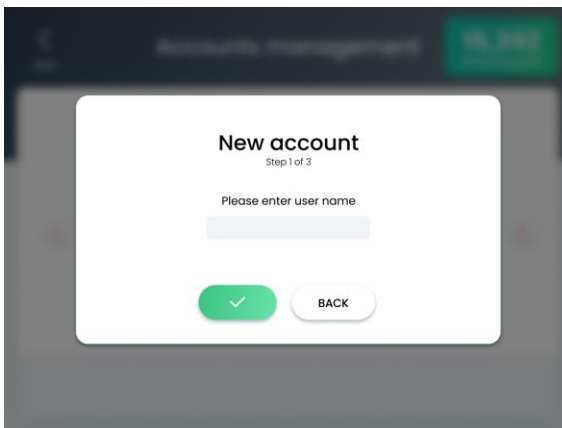

Figura 6-2. Pantalla de cuenta nueva (paso 1 de 3)
2. En la pantalla de cuentas, toque el botón **+ New Account** (+ Nueva cuenta); aparecerá la pantalla New Account (Step 1 of 3) (Nueva cuenta [Paso 1 de 3]), como se muestra en la Figura 6-2.